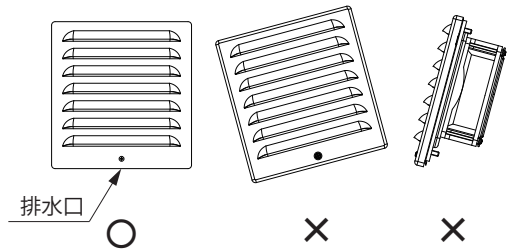

図1 取付姿勢
- 取付姿勢は排水が確実に行われるようにしてください。(図1)